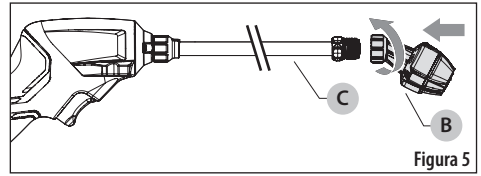

Figura 5
Instale la boquilla 3 en 1 (B) en el extremo de la extensión de la varilla (C). Gire en sentido contrario de las agujas del reloj para apretar. Vea la Figura 5.